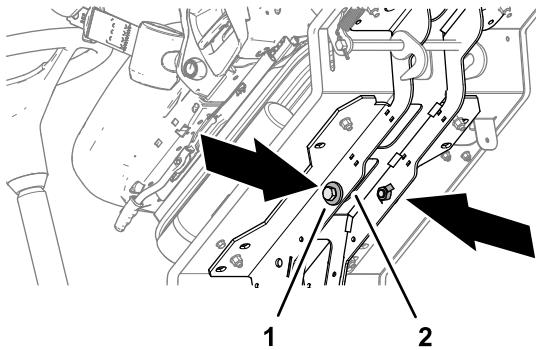

Figure 31
4. Retirez les 2 boulons (12 x 40 mm) et les 2 rondelles (12 mm) qui sont rangés dans les longerons de support de la plate-forme (Figure 31).